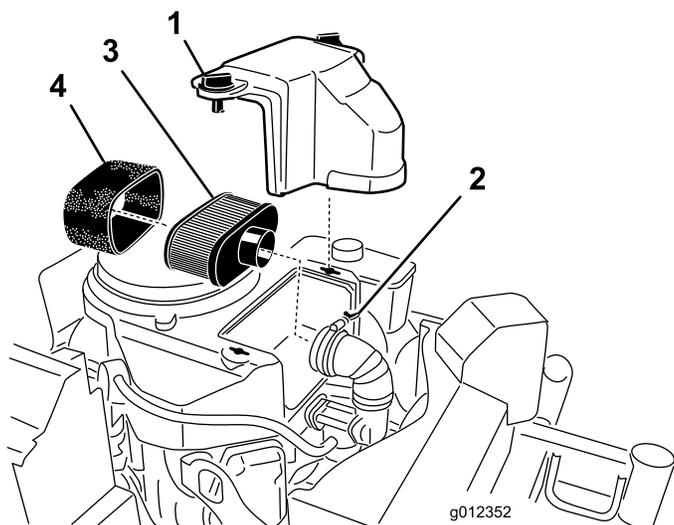

Figura 24
3. Pulite intorno al filtro dell'aria per evitare che la morchia possa penetrare nel motore provocando gravi danni (Figura 24).
4. Svitare le manopole del coperchio e toglie il coperchio del filtro dell'aria (Figura 24).
5. Allentate la fascetta stringitubo e toglie il gruppo del filtro dell'aria (Figura 24).
6. Toglite con cautela l'elemento in schiuma sintetica dall'elemento di carta (Figura 24).
1. Non pulite il filtro di carta. Sostituitelo (Figura 24).
1. Infilate con cautela l'elemento in schiuma sintetica sopra l'elemento di carta del filtro dell'aria (Figura 24).
2. Montate il filtro dell'aria completo sulla relativa base, e fissatelo con i 2 dadi ad alette (Figura 24).
3. Montate il coperchio del filtro dell'aria e serrate la manopola del coperchio (Figura 24).